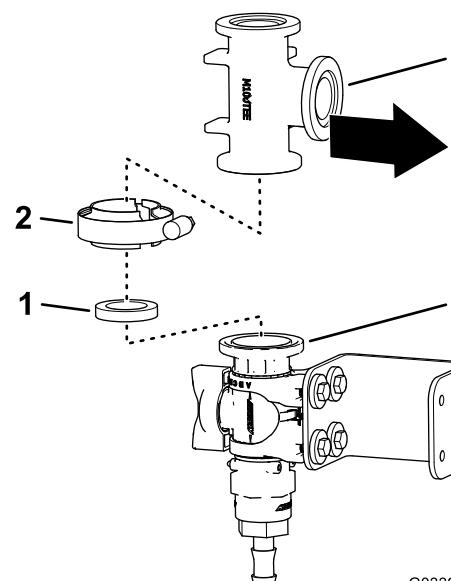

Bild 29
4. Fluchten Sie den Flansch des T-Anschlussstücks mit dem Flansch des Regelventils aus, wie in Bild 29 abgebildet.
5. Befestigen Sie das T-Anschlussstück mit einer Dichtung und Flanschklemme lose am Regelventil (Bild 29).
4. Ziehen Sie die Flanschklemme, mit der das Regelventil und das T-Anschlussstück (Bild 29) befestigt ist, und die Flanschklemme, mit der das T-Anschlussstück am 90°-Anschlussstück